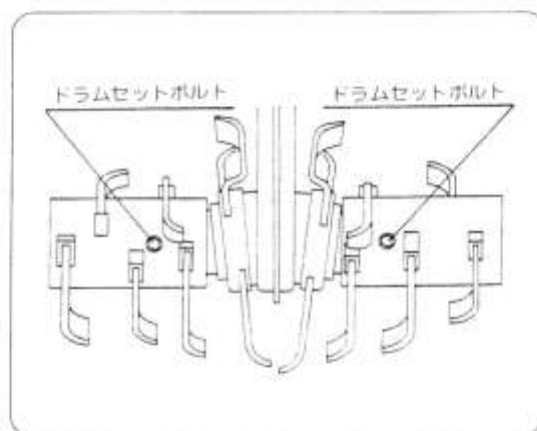

図39
- ① ドラムローター (左右) のセットボルト (左右各1本) をゆるめドラムローターを外してください。(図39)